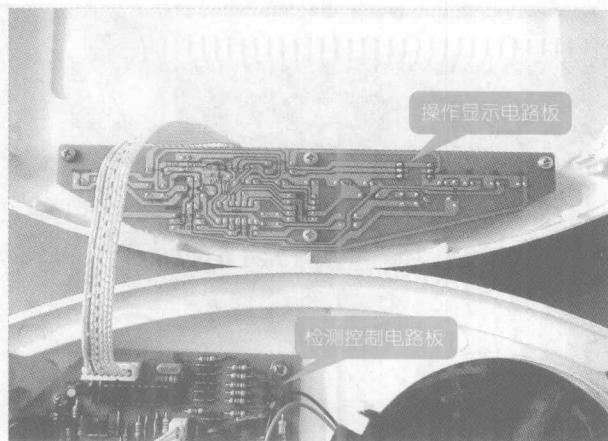

图 1-12 典型操作显示电路板
(3) 操作显示电路板是由操作按键（或开关）、键控指令形成电路、指示灯、显示屏等构成的，如图 1-12 所示为典型操作显示电路板。其功能主要是用于接收人工操作指令并送给 MCU 智能控制电路，由 MCU 智能控制电路进行处理，再输出控制指令，如开/关机、火力设置、定时操作等，并通过指示灯、显示屏将电磁炉工作状态显示出来。